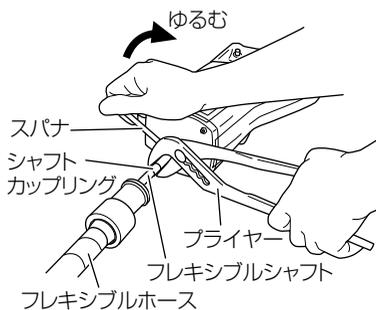

図 6
- (2) スパナ (8 mm) とプライヤーを使用してシャフトカップリングをアマチュアのシャフトよりはずします。(図 6)
- (3) フレキシブルホースよりフレキシブルシャフトを抜き出します。
- (4) グリースをフレキシブルシャフトの塗布範囲の全周に 5 ～ 10 g、及び振動部側の先端の面に塗り、再び挿入します。